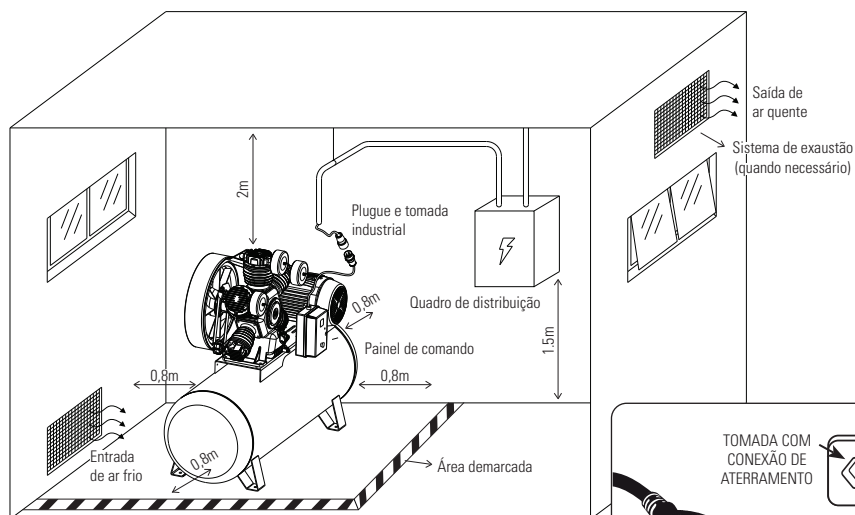

FIGURA 7.11 DETALHE DA ALIMENTAÇÃO ELÉTRICA E INSTALAÇÃO DO COMPRESSOR A PARTIR DO QUADRO DE DISTRIBUIÇÃO (QD)
- A temperatura ambiente máxima recomendada para trabalho é de 40 °C e mínima 5 °C. Instale um sistema de exaustão se necessário (Figura 7.11).
Demarque uma área em volta do compressor para alertar e prevenir colisões com o equipamento (Figura 7.11).